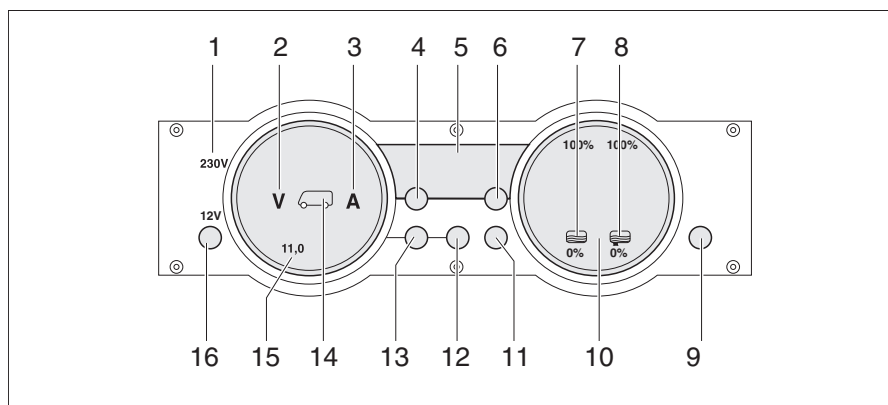

Fig. 260 Panel MP 20-S
La luz de control de 230 V (Fig. 260,1) se enciende cuando hay tensión de red en la entrada del bloque eléctrico.
El interruptor principal de 12 V (Fig. 260,16) conecta y desconecta el panel y la alimentación de 12 V del habitáculo.
- Pulsar la tecla "12 V" (Fig. 260,16) brevemente. La alimentación de 12 V del habitáculo está conectada. La visualización de control "12 V" está encendida.
- ▷ En caso de que después de la conexión parpadeen tanto el LED "11,0" de la visualización de voltios así como el símbolo Voltios "V" (Fig. 260,2) en el instrumento indicador Baterías (Fig. 260,15), será demasiado baja la tensión de la batería del habitáculo. Cargar la batería.
- ▷ En caso de que después de la conexión parpadeen tres veces la visualización de control "12 V", el símbolo Batería del habitáculo (Fig. 260,14) y el símbolo Voltios "V" (Fig. 260,2), estará activada la separación de batería. Desactivar la separación de batería.
- Pulsar la tecla Batería del habitáculo (Fig. 260,12) y mantenerla pulsada aprox. 10 segundos. Los símbolos Voltios "V" (Fig. 260,2) y Amperios "A" (Fig. 260,3) parpadean tres veces. La batería del habitáculo está separada de la red de a bordo de 12 V.
- Pulsar la tecla "12 V" (Fig. 260,16) y mantenerla pulsada aprox. 5 segundos. El símbolo Voltios "V" (Fig. 260,2) parpadeará tres veces. La batería del habitáculo está conectada a la red de a bordo de 12 V. La visualización de control estará encendida durante aprox. 2 segundos.
- Pulsar la tecla de la batería del habitáculo "🔋" (Fig. 260,12). El símbolo Voltios "V" (Fig. 260,2) estará encendido. Según la carga o la descarga, el símbolo Amperios "A" estará encendido de color blanco o bien rojo. La tensión de la batería y la corriente de la batería del habitáculo son visualizadas a través de LEDs en el instrumento indicador.
- Pulsar la tecla de la batería del motor de arranque "🔋" (Fig. 260,13). El símbolo Voltios "V" (Fig. 260,2) estará encendido. La tensión de la batería del motor de arranque es visualizada a través de LEDs en el instrumento indicador.
- Pulsar la tecla de los depósitos "  " (Fig. 260,11). Los símbolos Depósito de agua "  " (Fig. 260,7) y Depósito de aguas residuales "  " (Fig. 260,8) estarán encendidos. Los niveles de llenado del depósito de agua (escala izquierda) y del depósito de aguas residuales (escala derecha) serán visualizados a través de LEDs en el instrumento indicador.
El símbolo Voltios "V" (Fig. 260,2) y el LED "11,0" parpadearán tan pronto la tensión de la batería caiga abajo de 11 V (medición durante el funcionamiento) y exista el riesgo de una descarga completa.
El símbolo Depósito de agua "☰" (Fig. 260,7) o el símbolo Depósito de aguas residuales "☷" (Fig. 260,8) parpadeará si el depósito de agua está vacío o el depósito de aguas residuales está lleno.
A través del visualizador digital (Fig. 260,5) es posible visualizar la temperatura interior y la temperatura exterior.